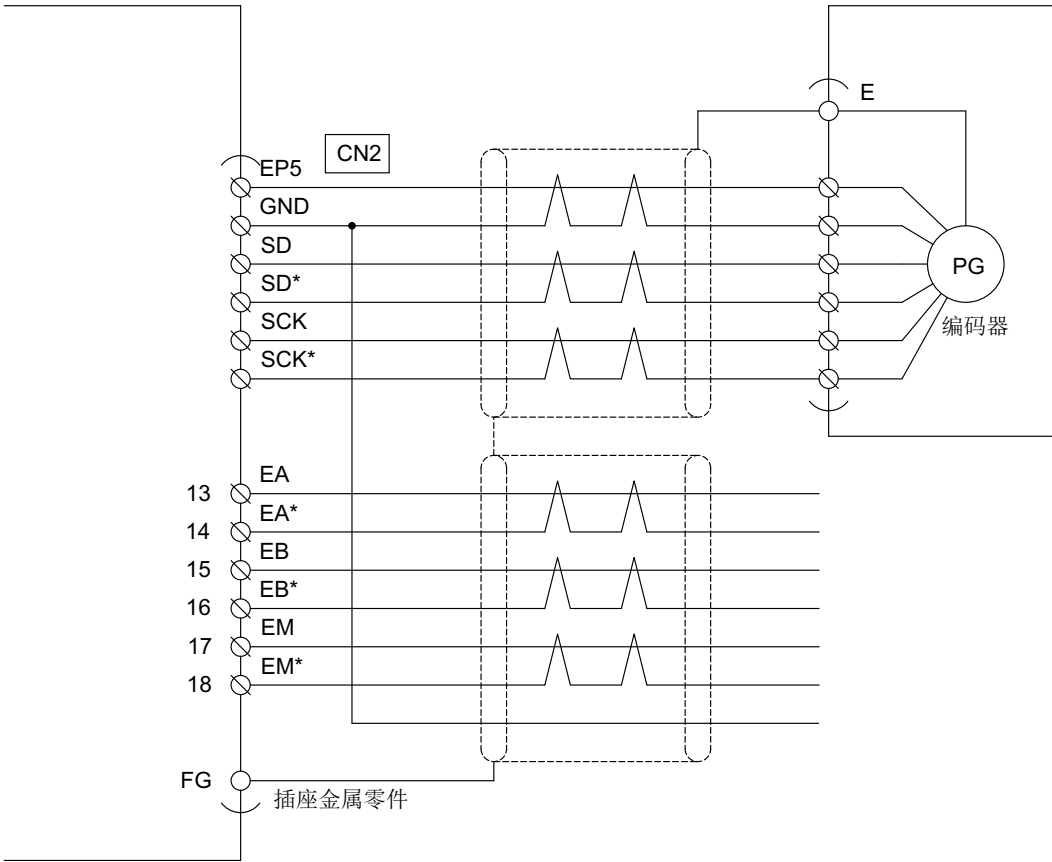

图3-2 串行编码器连接图
- 注 6:使用串行编码器时的连接, 请参照「图 3-2 串行编码器连接图」。